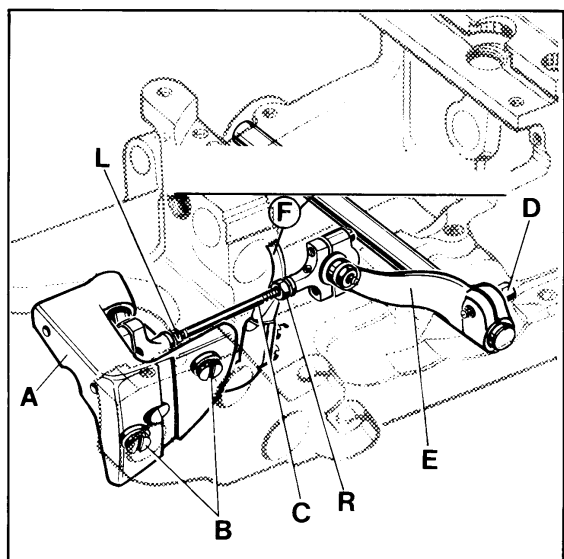

Fig. 12
HINT: In case the adjusting possibility of the spreader by means of the two offset flats on the spreader shank is not sufficient, additionally the complete bearing (A, Fig. 12) can be moved slightly up or down when loosening screws (B). Retighten both screws.
If an adjustment is necessary, loosen nuts (L and R, Fig. 12) and turn connecting rod (C) forward or backward as required to obtain the required position.
HINWEIS: Sollte die Einstellmöglichkeit des Blindgreifers mit Hilfe der beiden versetzten Befestigungsflächen am Greiferschaft nicht ausreichen, kann nach Lösen der beiden Schrauben (B, Fig. 12) zusätzlich das ganze Lager (A) etwas nach oben oder unten verschoben werden. Ziehen Sie die beiden Schrauben wieder an.
Wenn eine Einstellung notwendig ist, lösen Sie die Muttern (L und R, Fig. 12) und drehen die Verbindungsstange (C) vor oder zurück bis die erforderliche Stellung erreicht ist.
If required loosen clamp screw (D, Fig. 12) in the drive lever (E) and set the lever so that the upper spreader (F) clears at all points. Retighten clamp screw (D).
After this setting recheck the position of the upper spreader to the needle, as described above. Reset with connecting rod (C, Fig. 12) if required and tighten nuts (L and R).
HINT: In case the adjusting possibility of the upper looper as described is not sufficient, additionally the bearing (A, Fig. 12) can be moved slightly up or down when loosening the two screws (B). Retighten screws.
Bei Bedarf lösen Sie die Klemmschraube (D, Fig. 12) im Antriebshebel (E) und stellen den Hebel so, daß der obere Blindgreifer (F) an allen Stellen freigeht. Ziehen Sie die Klemmschraube (D) wieder an.
Prüfen Sie nach dieser Einstellung nochmals die Stellung des oberen Blindgreifers zur Nadel, wie oben beschrieben. Stellen Sie bei Bedarf mit der Verbindungsstange (C, Fig. 12) nach und ziehen Sie die Muttern (L und R) an.
HINWEIS: Sollte die Einstellmöglichkeit des Obergreifers wie beschrieben nicht ausreichen, kann, nach Lösen der beiden Schrauben (B, Fig. 12), zusätzlich das ganze Lager (A) etwas nach oben oder unten verschoben werden. Ziehen Sie die Schrauben wieder an.
If required loosen clamp screw (D, Fig. 12) in the drive lever (E) and set the lever so that the upper looper (F) clears at all points. Retighten clamp screw (D).
After this setting recheck the position of the spreader to the needle, as described above. Reset with connecting rod (C, Fig. 12) if required and tighten nuts (L and R).
Wenn eine Einstellung notwendig ist lösen Sie die Muttern (L und R, Fig. 12) und drehen die Verbindungsstange (C) vor oder zurück bis die erforderliche Stellung erreicht ist.
Bei Bedarf lösen Sie die Klemmschraube (D, Fig. 12) im Antriebshebel (E) und stellen den Hebel so, daß der Obergreifer (F) an allen Stellen freigeht. Ziehen Sie die Klemmschraube (D) wieder an.
Prüfen Sie nach dieser Einstellung nochmals die Stellung des Blindgreifers zur Nadel, wie oben beschrieben. Stellen Sie bei Bedarf mit der Verbindungsstange (C, Fig. 12) nach und ziehen Sie die Muttern (L und R) an.